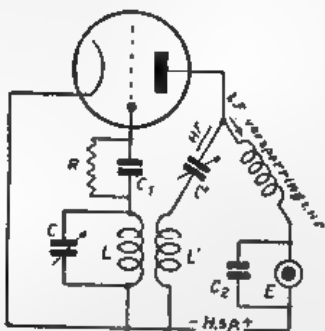

Fig. 65. Regeling van de terugkoppeling met behulp van den variablen condensator C' .
W. — Hier heb je het schema (fig. 65): We laten den plaatstroom zich in twee verschillende wegen vertakken. De met HF aangeduide weg bevat een condensator met geringe capaciteit. Noch de gelijkstroom, noch de laagfrequent-component kan er doorheen. Alleen de hoogfrequent kan zich van dezen weg bedienen, dien hij tamelijk gemakkelijk kan volgen al naar gelang de capaciteit van den condensator C' .